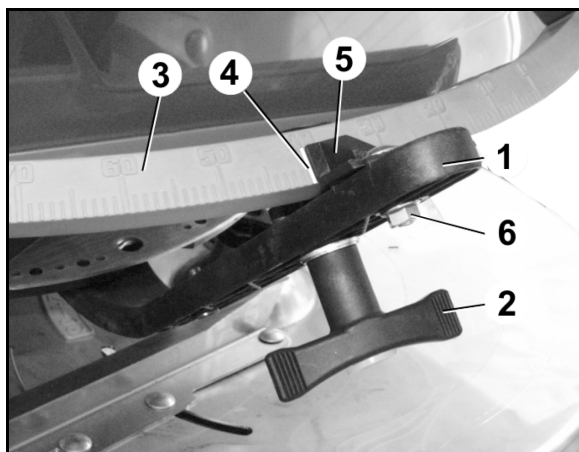

Рис. 95
2. Відкрийте заслінку дозатора за допомогою регулювального важеля (Fig. 95/1).
4. Посуньте регулювальний важіль за шкалою (Fig. 95/3) до упору в бік пальця.
5. Зафіксуйте регулювальний важіль за допомогою поворотної ручки (Fig. 95/2).
6. Послабте болт з шестигранною головкою (Fig. 95/6). Встановіть стрілку (Fig. 95/5) на значення шкали **8** і зафіксуйте болтом з шестигранною головкою. Показчик стрілки (Fig. 95/4).